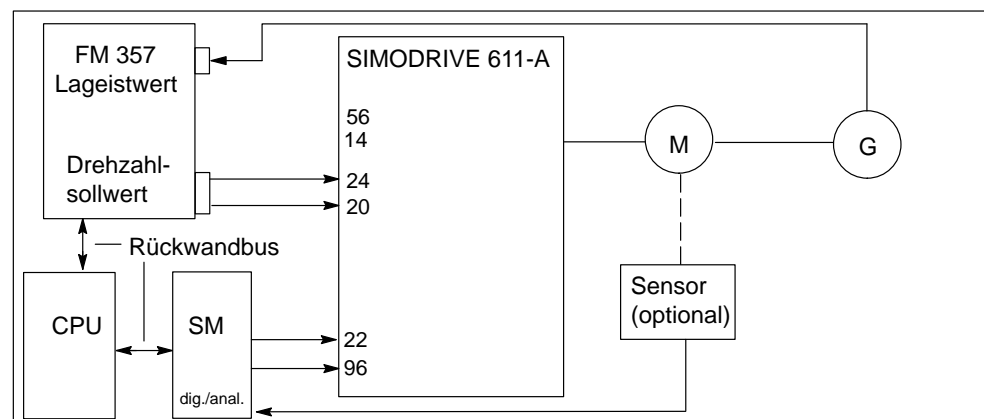

Bild 9-23 Hardwareanschlüsse FM 357, Signalbaugruppe und SIMODRIVE 611-A (VSA)
Im Bild 9-23 sind die Hardwareanschlüsse zwischen FM 357, Signalbaugruppe (SM) und SIMODRIVE 611-A (VSA) dargestellt.